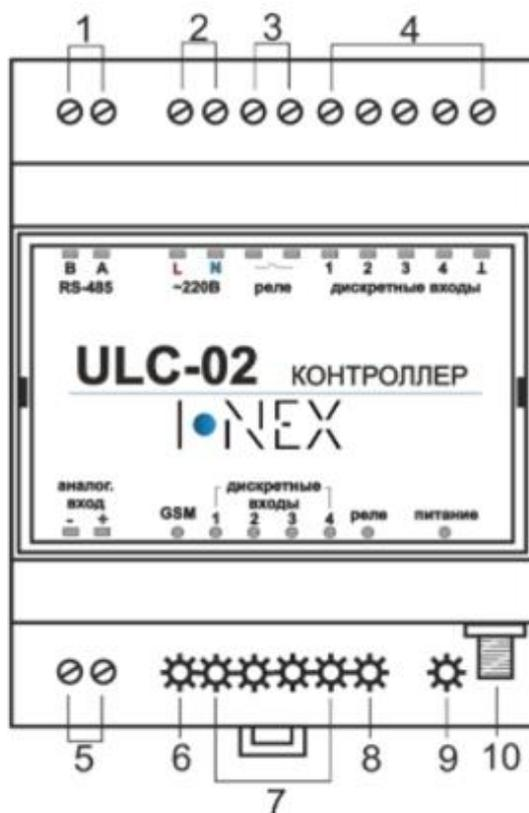

Рисунок 3
8.4.1. ПЛК выпускаются в конструктивном исполнении для крепления на DIN-рейке 35 мм. По продольным сторонам ПЛК расположены клеммные колодки (шаг клемм 5,08 мм.) и светодиодные индикаторы. На верхней продольной стороне расположены клеммные колодки, служащие для подключения интерфейса RS-485 (поз.1, Рисунок 3), напряжения питания ~220 В (поз.2, Рисунок 3), исполнительного устройства (поз.3, Рисунок 3), дискретных датчиков (поз.4, Рисунок 3). Порядок подключения дискретных датчиков и исполнительного устройства указан на Рисунке 2.
8.4.2. На нижней продольной панели расположены клеммная колодка, служащая для подключения аналогового датчика (поз.5, Рисунок 3) и индикаторы. Светодиодный индикатор «GSM» (поз.6, Рисунок 3) указывает на состояние связи. Светодиодные индикаторы «Дискретные входы» (поз.7, Рисунок 3) указывают на состояние дискретных входов. Светодиодный индикатор «Реле» (поз.8, Рисунок 3) указывает на состояние дискретного выхода. Светодиодный индикатор «Питание» (поз.9, Рисунок 3) указывает на наличие напряжения питания.
8.4.3. В модификации ULC-02-E установлен разъём для подключения GSM-антенны (поз.10, Рисунок 3).